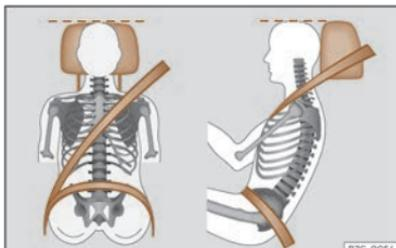

Fig. 13 Nastri della cintura e poggiatesta posizionati correttamente.
- Regolare il poggiatesta portando il suo bordo superiore alla stessa altezza della parte superiore della testa, il più vicino possibile all'altezza degli occhi¹⁾ >>> pag. 101. Tenere la nuca quanto più vicino possibile al poggiatesta >>> fig. 13.
- Regolare il sedile longitudinalmente in modo da poter premere completamente i pedali tenendo le ginocchia leggermente piegate e in modo tale che la distanza tra l'area del ginocchio e il cruscotto sia di almeno 10 cm (4 pollici) >>> fig. 13.